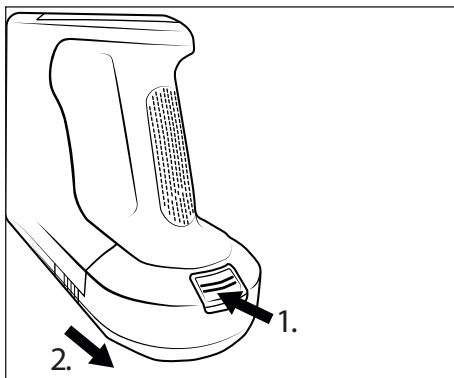

Fig. 13
- ◆ Para remover o acumulador ❷ do aparelho, mantenha o botão de desbloqueio do acumulador ❶ pressionado e puxe o acumulador ❷ para fora do aparelho (ver fig. 13).